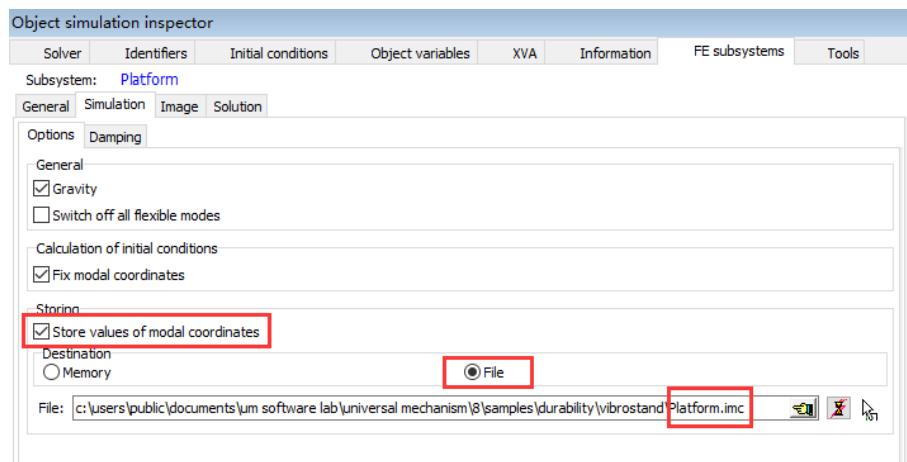

图 2.6
5. 选择页面FEM subsystems | Simulation | Options，勾选Store values of modal coordinates，并设置保存类型为File，缺省以柔性子系统的名字命名并存放于模型目录，如图 2.6所示。